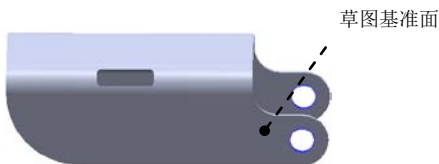

图 12.3.23 切除一拉伸 2
Step9. 创建图 12.3.23 所示的切除一拉伸 2。
(1) 选择命令。选择下拉菜单 **插入(I)** → **切除(C)** → **拉伸(E)...** 命令。
(2) 定义特征的横断面草图。
① 定义草图基准面。选取图 12.3.23 所示的表面作为草图基准面。